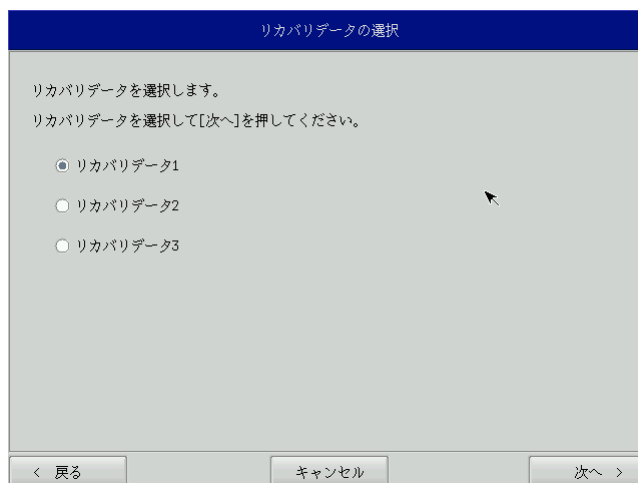

図 6-2-1. リカバリデータ選択画面
- ⑤ リカバリデータ選択画面（図 6-2-1）が表示されます。製品に合わせてリカバリデータをを選択し、[次へ]ボタンを押します。表 6-2-1 に AP シリーズで選択できるリカバリデータを示します。